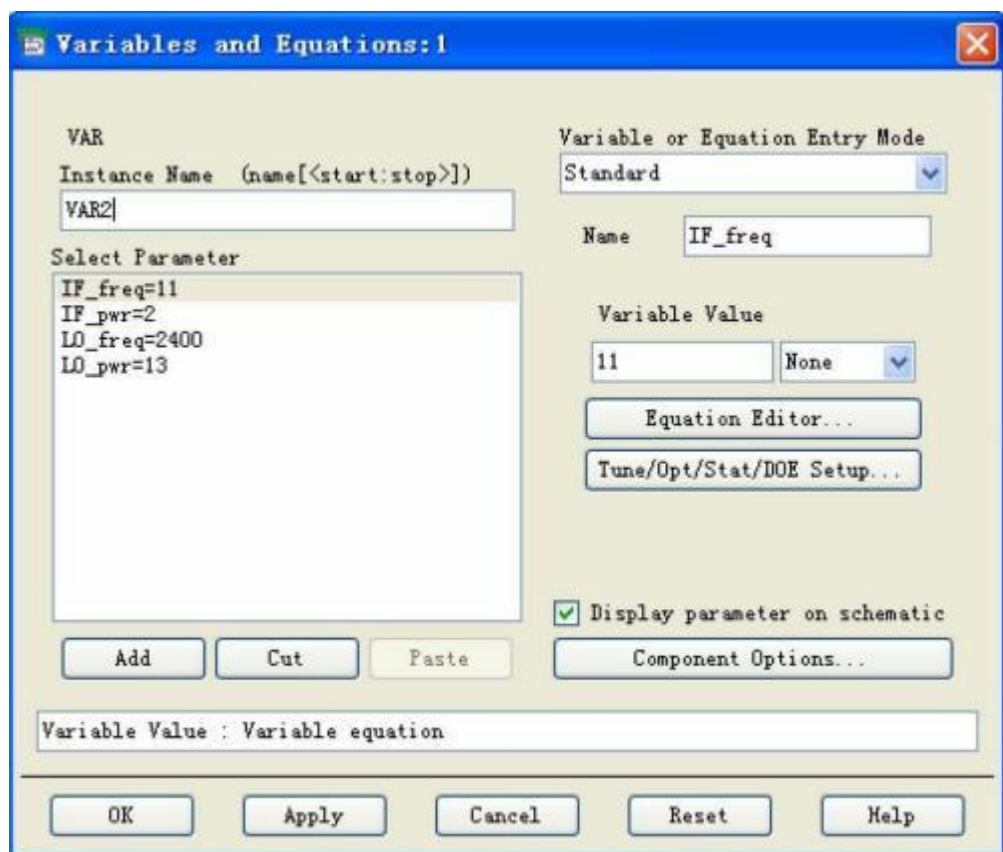

图9 完成设置的变量控制器
(6) 在原理图窗口工具栏中单击[VAR]按钮，在原理图中插入一个变量控制器，双击变量控制器，如图9所示设置变量。